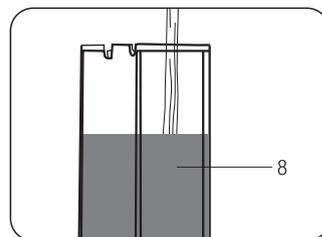

Fig.2
- Llenar el depósito con agua fresca por un máximo de 1 l. (**Fig.2**)